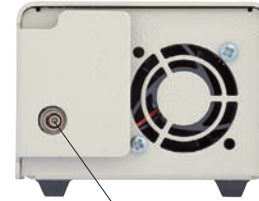

Abb. 2 Netzteil und Stromversorgungskabel
- ➡ Stecken Sie den Stecker des Stromversorgungskabels in das Netzteil, siehe Abb. 2